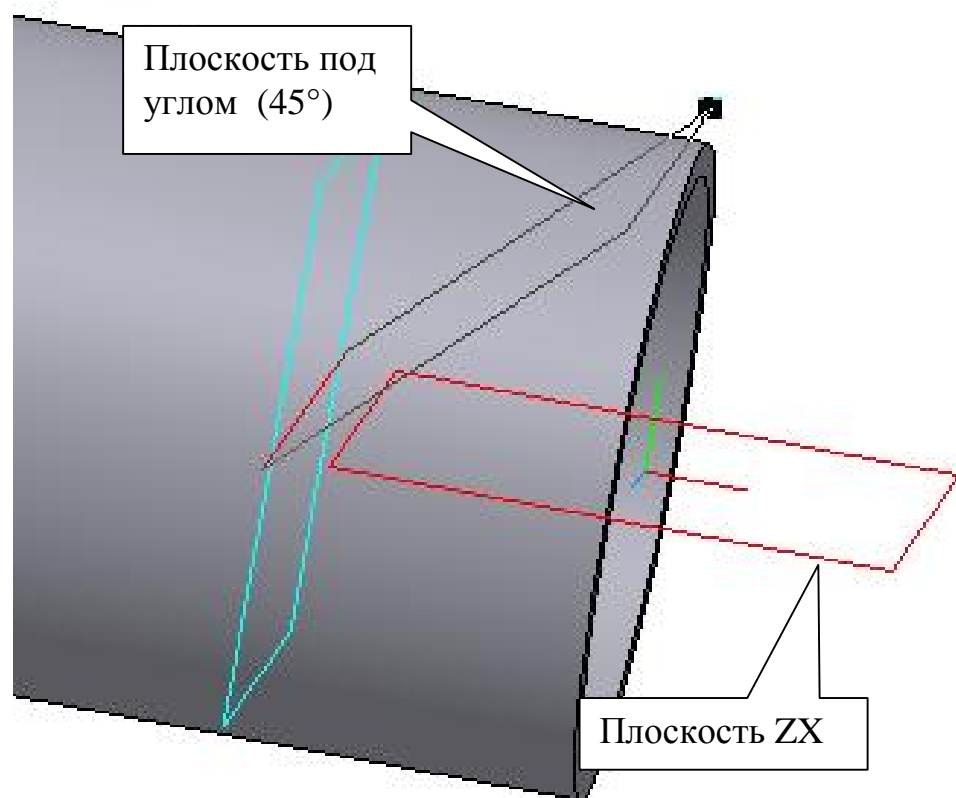

Рис. 5
- *плоскость под углом 1*  (45°) к плоскости ZX , проходящую через построенную ось в прямом направлении, рис. 5;